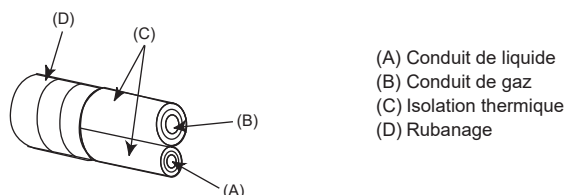
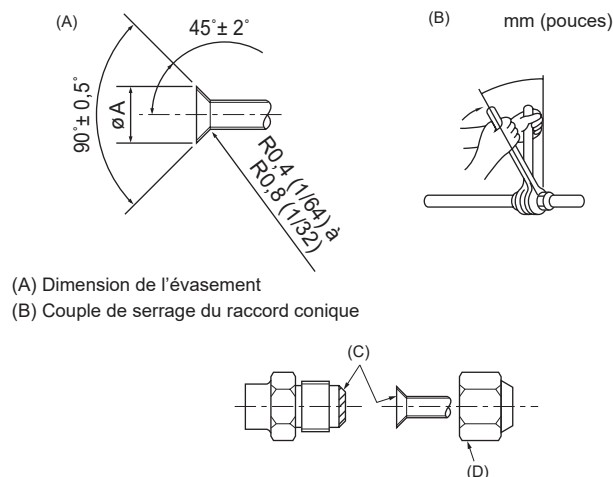

Fig. 4-1
Fig. 4-2
(A) (Fig. 4-1)
(B) (Fig. 4-1)
4.2. Connexion des tuyaux (Fig. 4-1, Fig. 4-2)
En cas d'utilisation de tuyaux en cuivre disponibles sur le marché, isoler séparément les tuyaux de liquide et de gaz avec un matériau isolant vendu dans le commerce (résistant à une température de 100 °C, 212 °F ou plus, et d'une épaisseur de 12 mm, 1/2 pouce ou plus). (Fig. 4-1)
(Fig. 4-2)